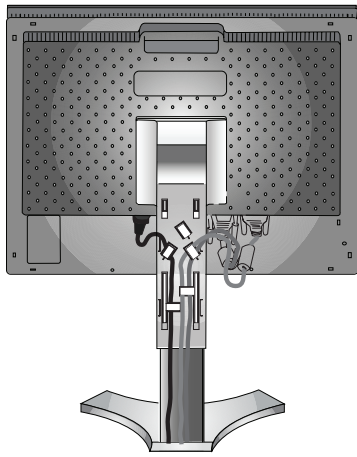

Figure C.2
Placez le câble d'alimentation dans les crochets spécifiques indiqués (**Figure C.2**).
Placez le câble DVI et le câble de signal muni d'un mini-connecteur D-SUB à 15 broches dans les crochets comme indiqué (**Figure C.2**).
6. Assurez-vous que tous les câbles sont bien fixés contre le support (**Figure C.2**).